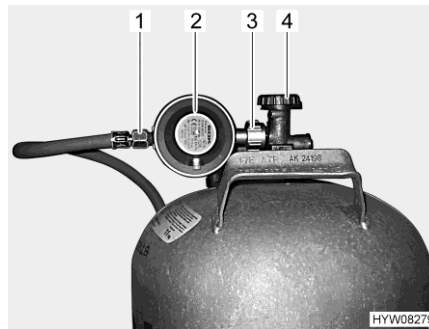

Bild 124 Anschluss Gasflasche
- Haupt-Absperrventil (Bild 124,4) an der Gasflasche schließen. Pfeilrichtung beachten.
- Gasdruckregler (Bild 124,2) festhalten und Rändelmutter (Bild 124,3) öffnen (in der Regel Linksgewinde).
- Gasdruckregler mit Gasschlauch (Bild 124,1) von der Gasflasche abnehmen.
- Gasdruckregler (Bild 124,2) mit Gasschlauch (Bild 124,1) an die Gasflasche ansetzen und Rändelmutter (Bild 124,3) zudrehen (in der Regel Linksgewinde). **Nicht** zu fest anziehen.